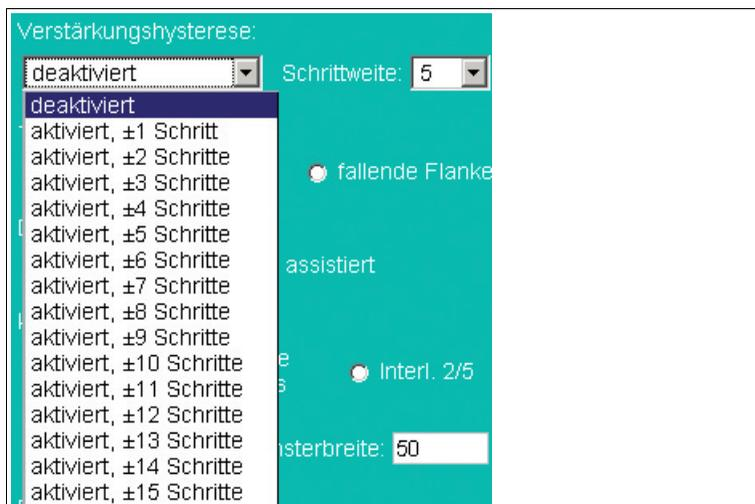

Abbildung 7.3: Dropdown Menü Verstärkungshysterese
- **Verstärkungshysterese:** Aktivieren oder deaktivieren Sie die Verstärkungshysterese. Die Hysterese über den Verstärkungswert kann hilfreich sein, wenn die zu scannenden Symbole einen wechselnden Kontrast haben. Die Hysterese kann deaktiviert werden oder aktiviert mit  $\pm 1$  Schritt bis zu einer Schrittzahl von  $\pm 15$  Schritten → siehe Abbildung 7.3 auf Seite 23. Bei der Eingabe der Schrittweite von 2 werden insgesamt 5 Aufnahmen getriggert.